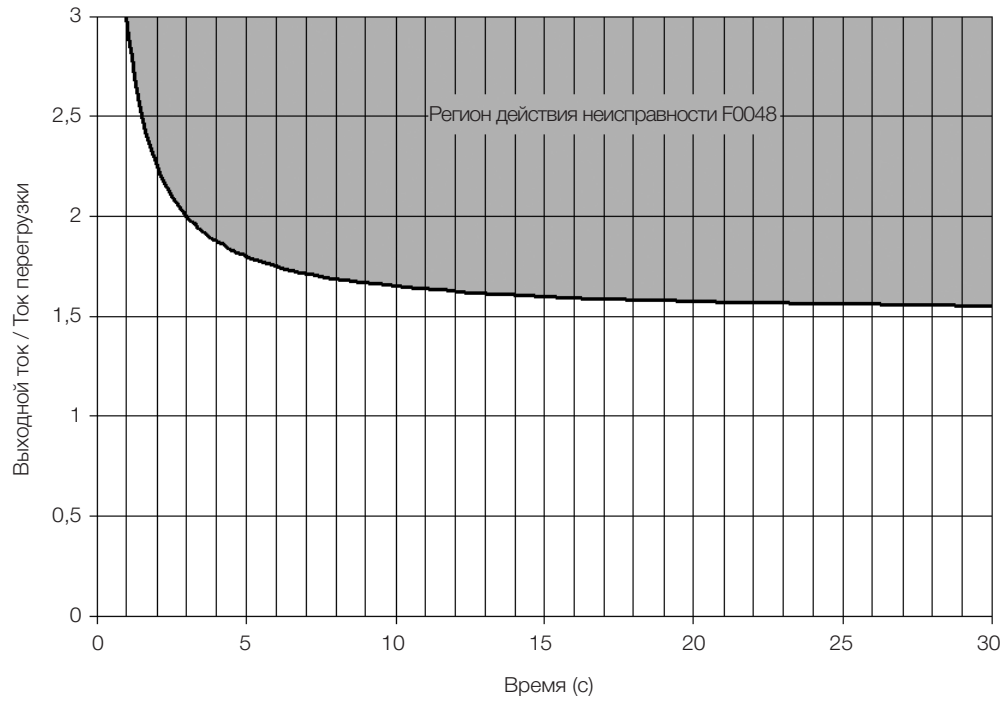

Рисунок 18.2: Срабатывание перегрузки IGBT (Повышенная нагрузка - HD)
Защита от перегрузок БТИЗ CFW500 использует тот же принцип защиты двигателя. Однако конструкция была изменена таким образом, что неисправность F0048 возникает через три секунды при 200% перегрузке для тяжелого режима (HD) (P0298 = 1) по отношению к номинальному току преобразователя (P0295), как показано на Рисунок 18.2 на странице 18-5. С другой стороны, перегрузка БТИЗ (F0048) не срабатывает для уровней ниже 150 % от номинального тока преобразователя (P0295).